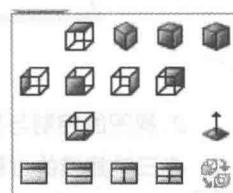

图0-12 视图视角选择
5) “视图定向”：按照用户指定的视角方向来显示模型，SolidWorks 提供的各种视角如图 0-12 所示。